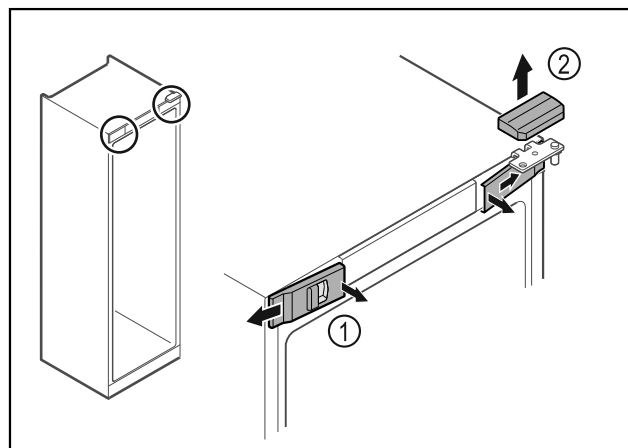

Fig. 9
- ▶ Odistite zvnútra predné kryty Fig. 9 (1) a odoberte ich do strany.
- ▶ Odoberte horný kryt Fig. 9 (2) nahor.